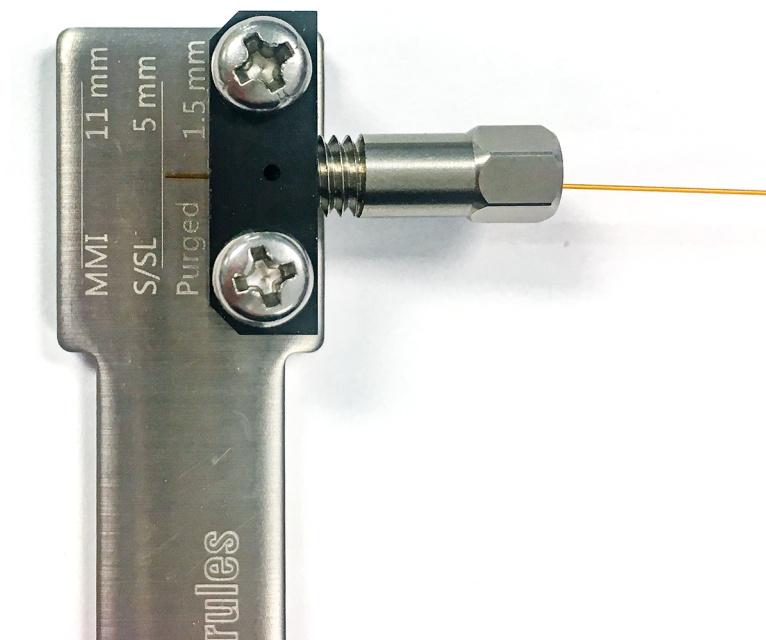

Figura 17. Alinee la columna (se muestra split/splitless)
5. Ajuste la posición de la columna en la herramienta hasta que el extremo de la columna se alinee con la dimensión correcta para el inyector. Consulte la Figura 17.